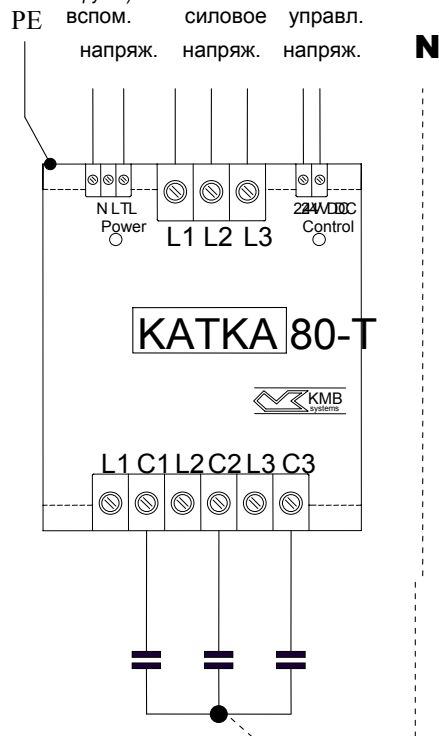

Рис. 3:
- Katka 20-T – модуль с естественным охлаждением, коммутирует фазы L1, L2 и L3. Предназначен для трехфазной нагрузки, соединенной по схеме треугольника или звезды. Схема соединений по рис. 2a,b. Также его можно включить по схеме рис.3 (только без вентилятора).
- Katka 80-T – модуль с принудительным охлаждением, коммутирует фазы L1, L2 и L3. Предназначен для трехфазной нагрузки, соединенной по схеме треугольника или звезды. Схема соединений по рис. 2a,b. Также его можно включить по схеме рис.3
Схемы соединений по рис.1. и 2a классические, схема по рис.3 встречается менее часто, поэтому считаем необходимым провести здесь их сравнение и указать все преимущества и недостатки, прежде всего с точки зрения быстрой компенсации.
- Рис. 3. – три коммутирующих элемента, через которые протекает меньший в 1,7 раза ток. Наименьшие тепловые потери изо всех схем соединений. Нагрузка разделена на «три однофазные нагрузки», и подключена на линейные напряжения. При использовании такой схемы для компенсации, конденсаторы заряжаются максимум на 1,4 номинального напряжения, и их можно немедленно включать повторно безо всякой задержки. В цепях быстрого разряда нет необходимости, однако рекомендуем применять здесь дополнительные разрядные резисторы 33 кΩ / 13 W.